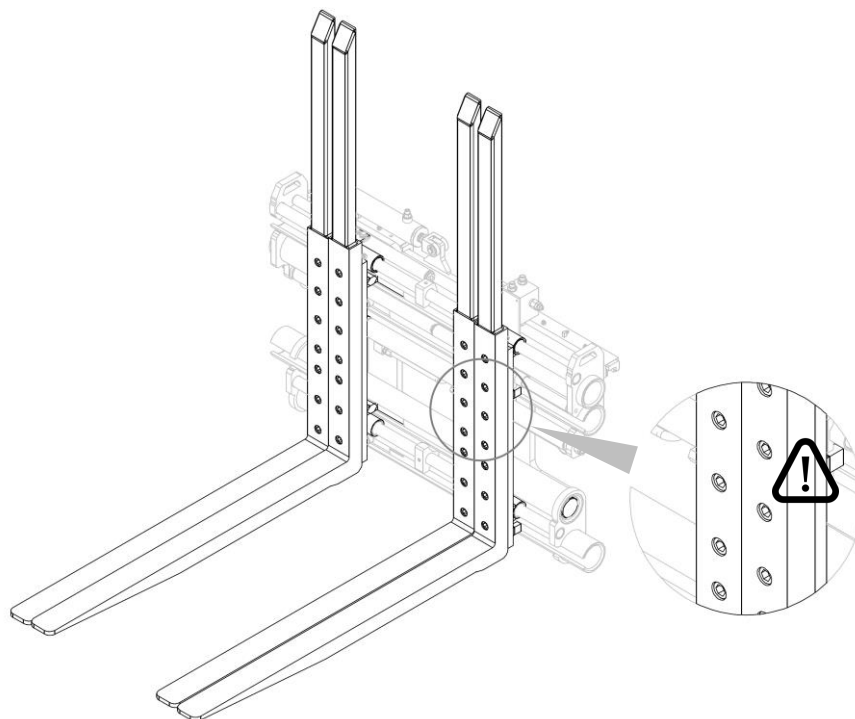

Figure 12
2. Vérifier le blocage correct des fourches (voir *Figure 12*).